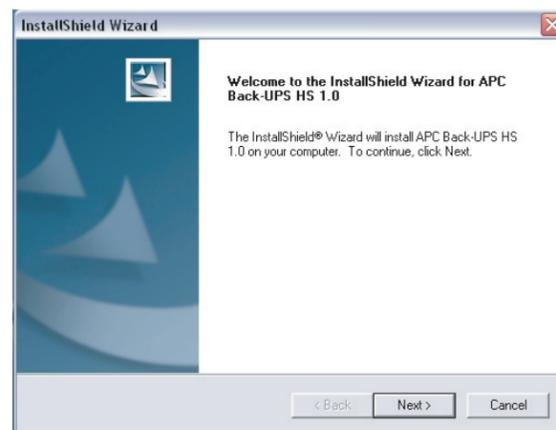

Рисунок 2. Окно приветствия программы InstallShield
3. Примерно через 4 секунды на дисплее появится **Окно приветствия (Welcome Screen)** (Рис. 2). Для продолжения установки ПО нажмите кнопку **Next (Далее)**. Для прекращения – кнопку **Cancel**.